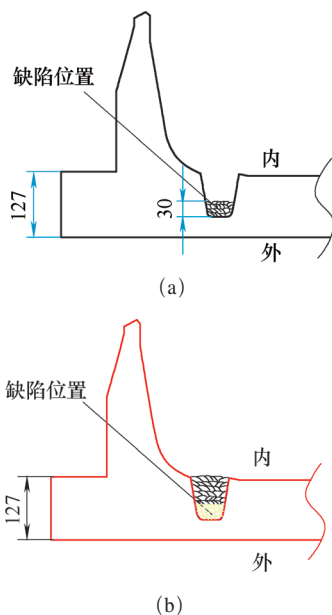

图 3
(3) 工件预热 将焊缝返修区域用加热垫加热，包括上下两个面，并用石棉保温，保温区域包括端盖外圆侧。预热温度≥100℃。
(4) 焊接 按相应的WPS焊接，采用多层多道焊，每层必须清理干净，发现焊接缺陷及时清除，返修焊工要求有相应的焊接资质，并经验丰富。焊接速度不宜过大，焊丝可前倾适当角度，焊接顺序如图3所示。当焊接完成30mm厚度后，停止焊接。
(5) 消氢处理 焊接完成30mm厚度后，进行中途消氢处理，温度300~320℃，保温2h后缓冷。